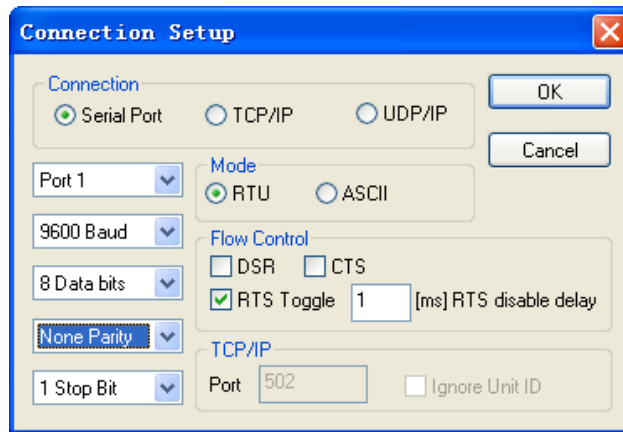

图 5.6 网络连接对话框
6) 点击菜单栏中的“Connection”，选择“Connect”，弹出网络连接对话框，如下图 5.6 所示：